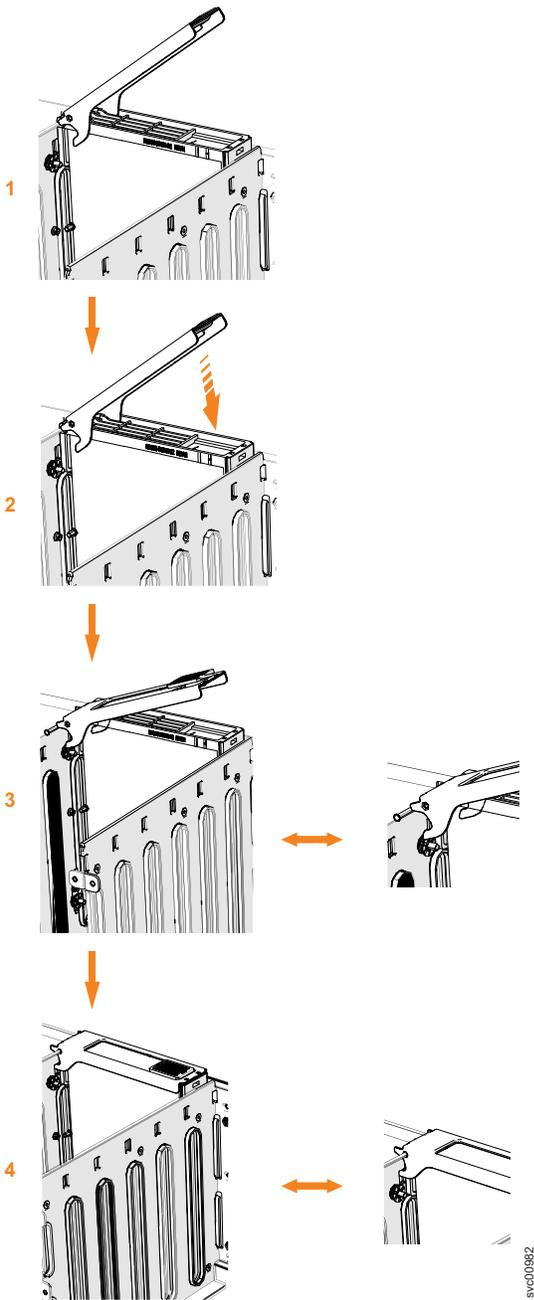

図 111. ドライブの交換
6. ドライブ・アセンブリーのドライブ・ハンドル ( 288 ページの図 111 の **1** ) が開いた ( ロック解除 ) 位置にあることを確認します。
8. ドライブが停止し、ラッチの底面が区画の上部の位置に合うまでそっと押し下げます。開いたハンドルの角度がドライブ・キャリアから 45 度を超えないようにしてください。 ( 288 ページの図 111 の **2** )。
9. ハンドルを下に回転させて、ドライブ・アセンブリーをシャーシにロックします (図 111 の **3**)。
11. ラッチ上部の先端も完全にかみ合っていることを確認します ( 288 ページの図 111 の **4** )。